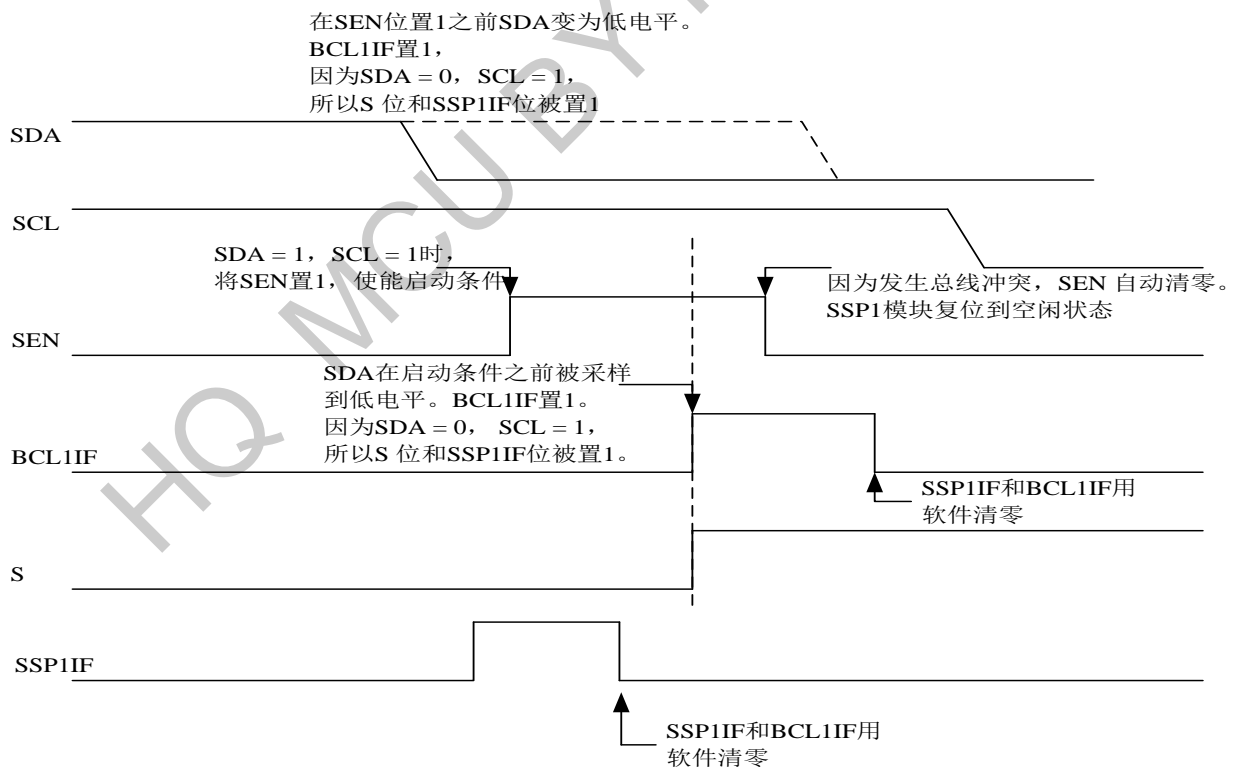

图25-33：启动条件期间的总线冲突（仅用于SDA）
- 在启动条件开始时，SDA 或SCL 被采样为低电平（图25-33）。
- MSSP1 模块复位为空闲状态（图25-33）。